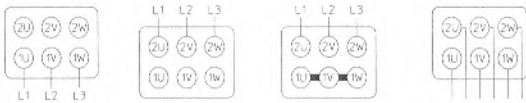

Bild 1 Bild 2 Bild 3 Bild 4
- niedrige Drehzahl / low speed -> Bild 1
niedere Drehzahl / low speed -> Bild 1